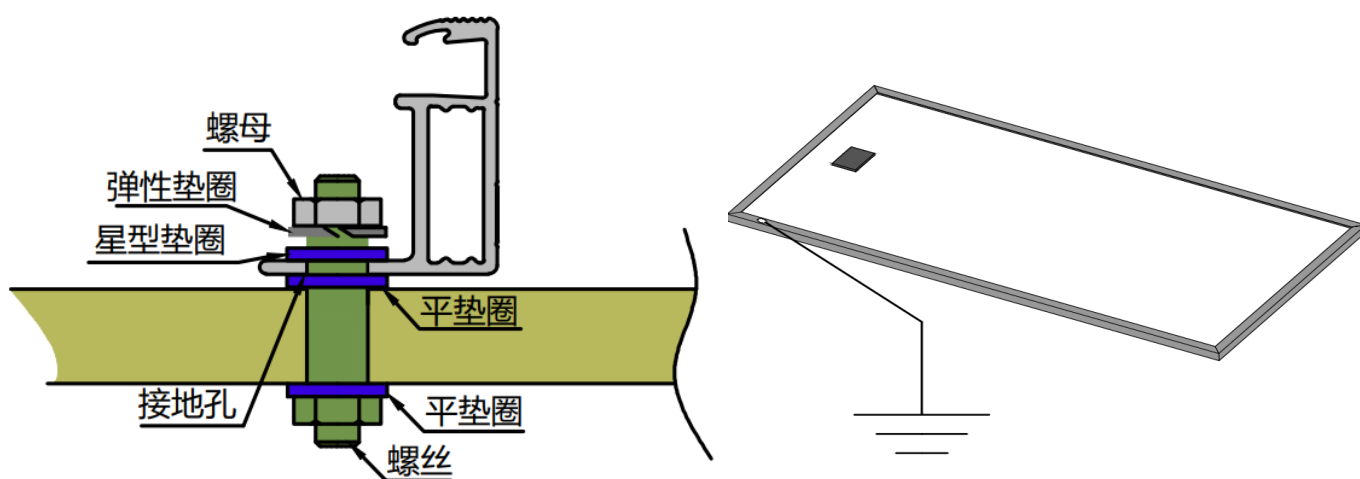

图11 组件接地图
- e) 所有组件都需按照国际或当地的电气法规规定接地。使用预留的接地孔将组件通过接地线连接到支架，注意在接地线与组件边框之间需使用不锈钢星形垫片（图11左），此垫片用于避免不同金属接触而导致的腐蚀现象。拧紧螺丝，拧紧力矩要足够大，确保接地线不能用手拔出。用户可根据组件安装商建议自行选择接地方案；